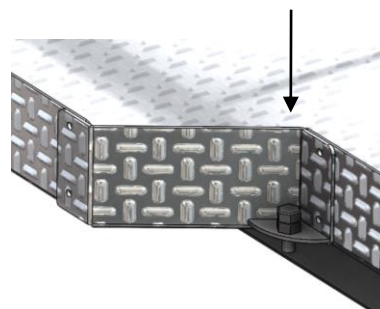

Рис.4
- Отрегулировать резиновые упоры (вывернуть или завернуть рукой) таким образом, чтобы они упирались в закрытый задний борт грузового отсека. Ввернуть болт-ограничитель (рис.4). Закрыть задний борт. **ВНИМАНИЕ! Запрещена эксплуатация платформы с открытым задним бортом!**